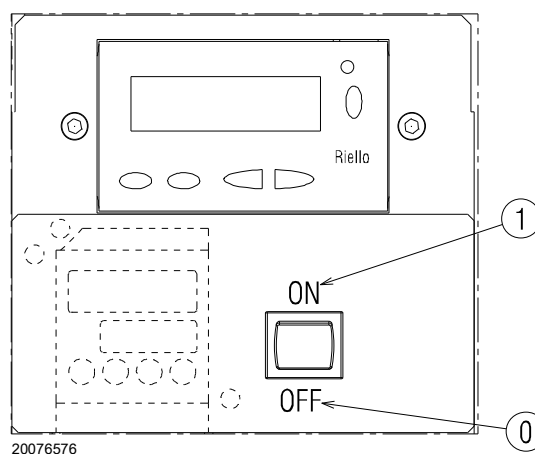

图 26
闭合温控器 / 压力开关，旋转图 26 的开关至位置“1/ON”。
- 将图 26 中的开关 1) 置于位置“0/OFF”处，并等待控制器启动停机程序；
燃烧器处于热需求等待模式，或选择器“0-1” (图 26 页 30) 在位置“0”。